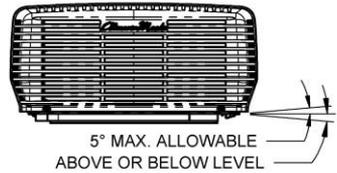

Figure 3
3. Le pompe à chaleur de toit doit être installé le plus à niveau gauche-droit et avant-arrière que possible avec le véhicule est stationné sur une surface plate. La Figure 3 illustre les degrés de déviation maximum permis (degrés de montage relativement à la surface plane totale).
Lorsque vous utilisez cette méthode d'installation de haut en bas, le toit du véhicule doit être conçu pour supporter de manière adéquate et fixer solidement l'unité sur le toit. Vérifiez que la zone du trou de montage a été correctement préparé. Reportez-vous aux exigences OEM Conduits pour le dimensionnement du conduit approprié. Le document d'exigence de canalisation OEM est disponible à [www.AIRXCEL.com](http://www.AIRXCEL.com). L'unité sur le toit doit être monté aussi près de niveau d'avant en arrière et de côté à l'autre que possible. Voir Figure 3 pour les écarts de degré maximales admissibles.